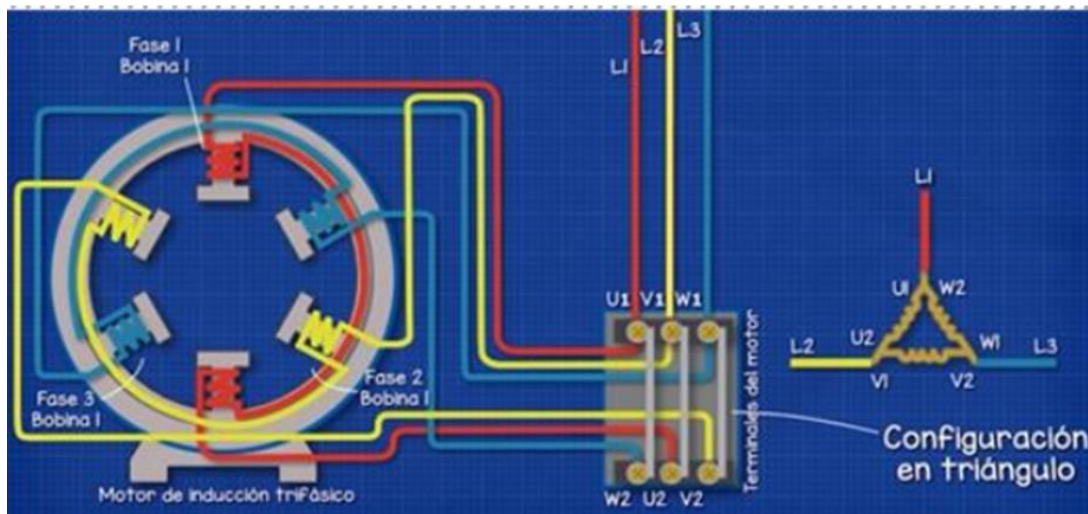

Figura 1. Motor de inducción trifásico conectado en Delta
1. Simule el circuito de la figura 1 y obtenga: